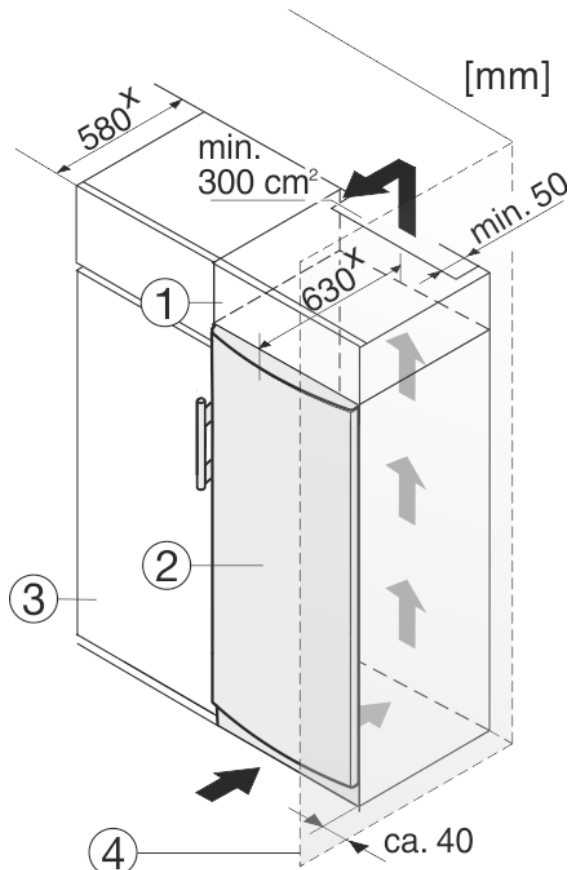

Fig. 9
A készüléket körbe lehet építeni konyhaszekrényekkel. Rá lehet szerelni egy rátétszekrényt *Fig. 9 (1)*, hogy a készüléket *Fig. 9 (2)* a konyhabútorok magasságához igazítsa.
Ha a berendezést (max. 580 mm mélységű) konyhaszekrényekkel építi körül, akkor közvetlenül a konyhaszekrény *Fig. 9 (3)* mellett is felállíthatja. A készülék oldalirányban 34 mm^x, a közepétől pedig 50 mm^x távolságban nyúlik túl a konyhaszekrény előlapjához képest.
Mikor a berendezést a csuklópántokkal egy fal *Fig. 9 (4)* mellett állítja fel, akkor a berendezés és a fal közti távolság legalább 40 mm legyen. Ez nyitott ajtó esetén megfelel a fogantyú túlnyúlásának.